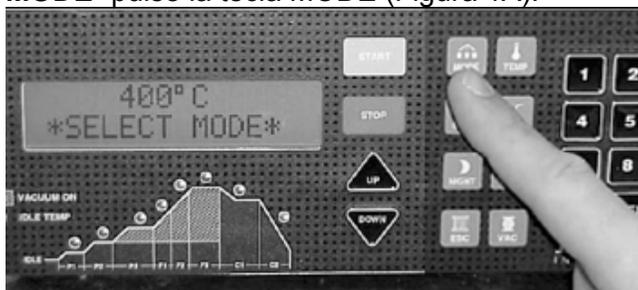

Figura 1A. Presione la tecla **MODE**.
1. En la pantalla que se muestra **"SELECT MODE"** pulse la tecla **MODE** (Figura 1A).